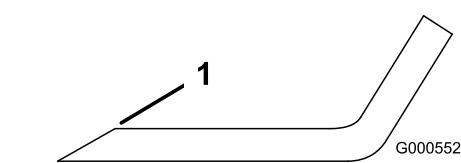

Figure 100
- Remarque:** Si la lame est déséquilibrée, limez un peu l'extrémité de l'ailette seulement (Figure 100).